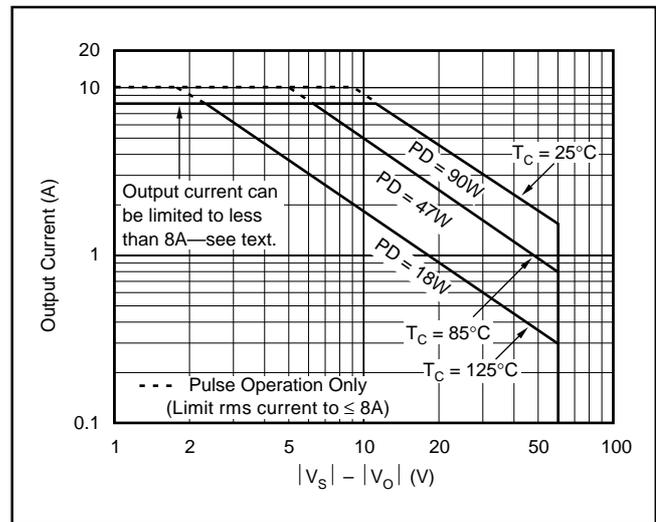

図6. 安全動作領域(SOA)
注：(1) I_T = 25 における高速テスト。(2) 通常の正電流が入力端子に流れ込みます。(3) 他のパワー・レベルについては代表的性能曲線の“全高調波歪 + ノイズ対周波数”を参照。(4) 図6“安全動作領域(SOA)”を参照。
出力電流	SOA曲線(図6)を参照
出力トランジスタにかかるストレスは、出力電流および電圧が流れる出力トランジスタ両端の出力電圧($V_s - V_o$)によって決まります。出力トランジスタが消費する電力は、出力電流および電圧が流れるトランジスタ両端の電圧($V_s - V_o$)の積に等しくなります。安全動作領域(SOA曲線、図6)は、電圧および電流の許容範囲を示しています。